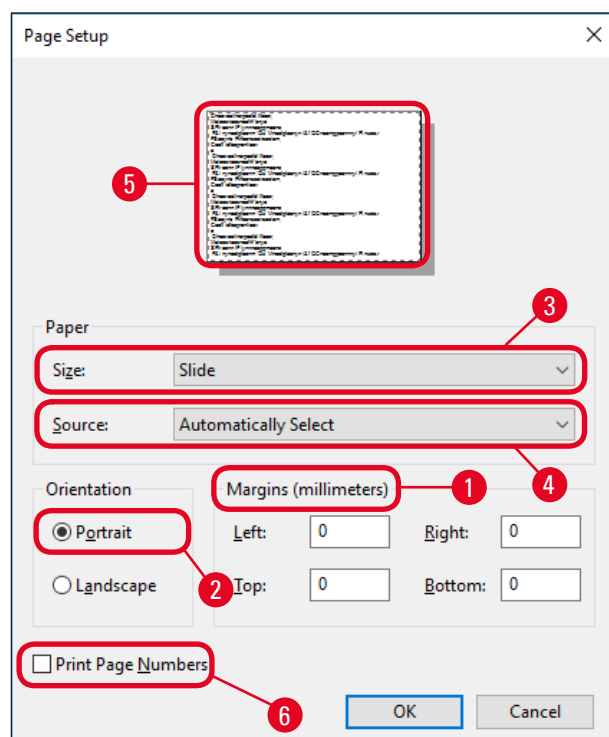

Fig. 41
3. Først må sideinnstillingene velges: Klikk på **File (Fil) > Page Setup (Sideoppsett)** for å åpne dialogboksen **Page Setup (Sideoppsett)** (→ "Fig. 41").